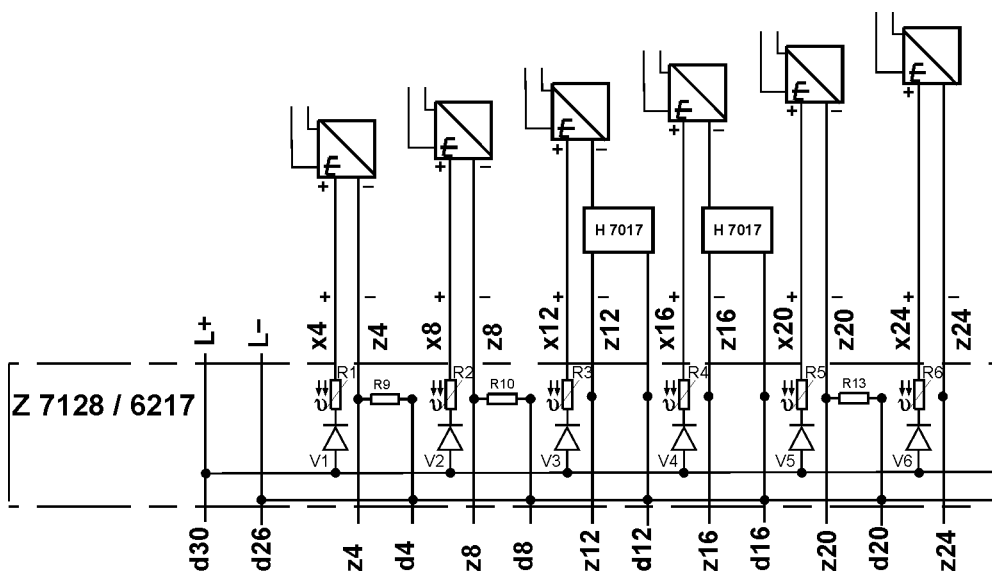

Рис. 4: Применение с кабельным штекером Z 7128/6217 с модулями H 7017 вместо шунтов
- Z 7128 / 6217 / C.. / ITI см. Рис. 4